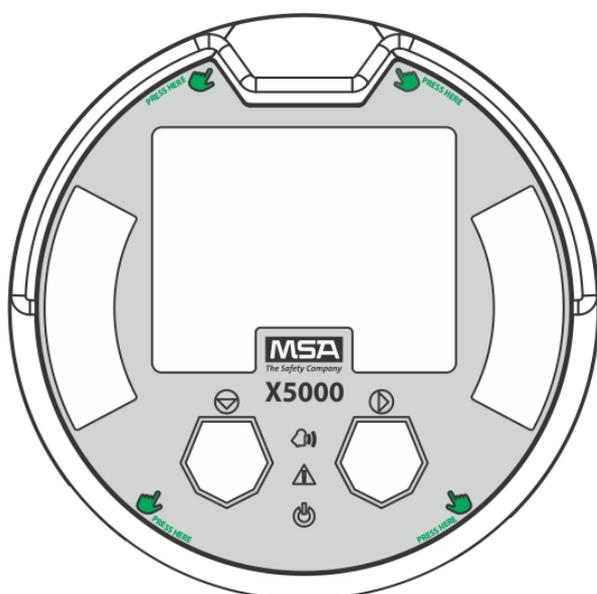

图 9 在装回主板架时按压突出显示区域
- (5) 检查传感器连接器是否牢牢插入端子板。
- (6) 将传感器的地线连接至 ULTIMA X5000 外壳内部两个接地螺钉之一。
- (7) 重新将主板架的支脚插入外壳中的四个凹槽中。如图所示，压紧主板架（参见图 9）。